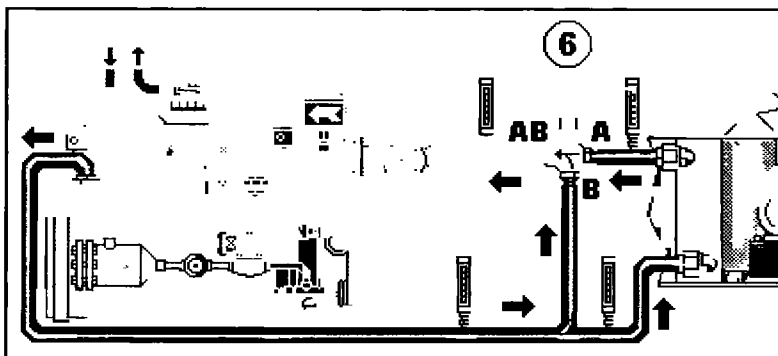

Рис. 98.2.
Отметим также, что на водоохлаждающей установке присутствуют следующие, ранее изученные нами, устройства и приборы (см. рис. 98.2):
Именно это и позволяет сделать трехходовой регулирующей клапан (поз. 6 на рис. 98.2).
- ▶ **Схема 1.** Тарель клапана прижата к седлу **В**. В таком положении весь расход воды проходит от патрубка **А** к патрубку **АВ** и в этом случае батарея воздухоохладителя располагает максимальной производительностью (см. также схему установки на рис. 98.2).